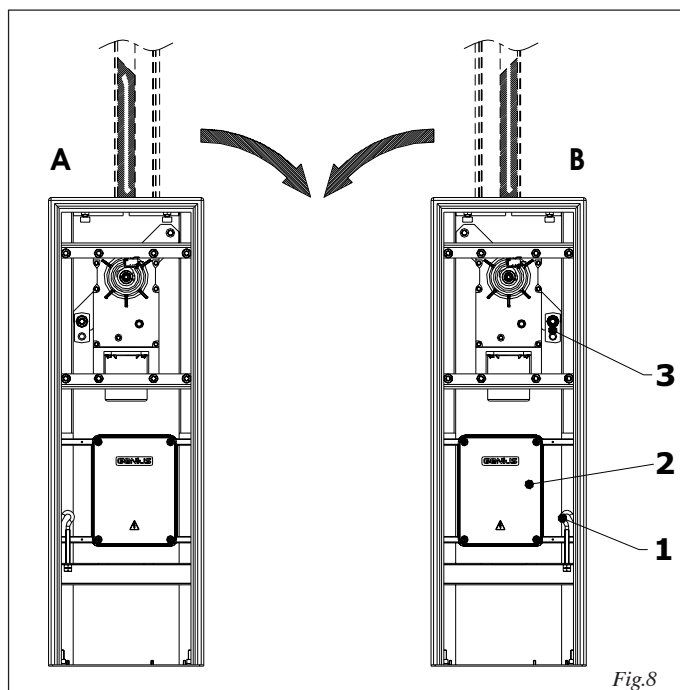

Fig.8
**Attenzione: L'automazione viene fornita predisposta per un'installazione sinistra (fig.8 rif.A).**
Per trasformare l'automazione da sinistra a destra (fig.8 rif.B) agire come di seguito:
- togliere il tirante rif.1 fig.8.
- spostare da destra a sinistra la centrale rif.2 fig.8.
- posizionare il tirante rif.1 fig.8 nel foro a destra della centrale.
- spostare il piattino di fissaggio della molla, rif.3 fig.8, dal perno di sinistra al quello di destra.